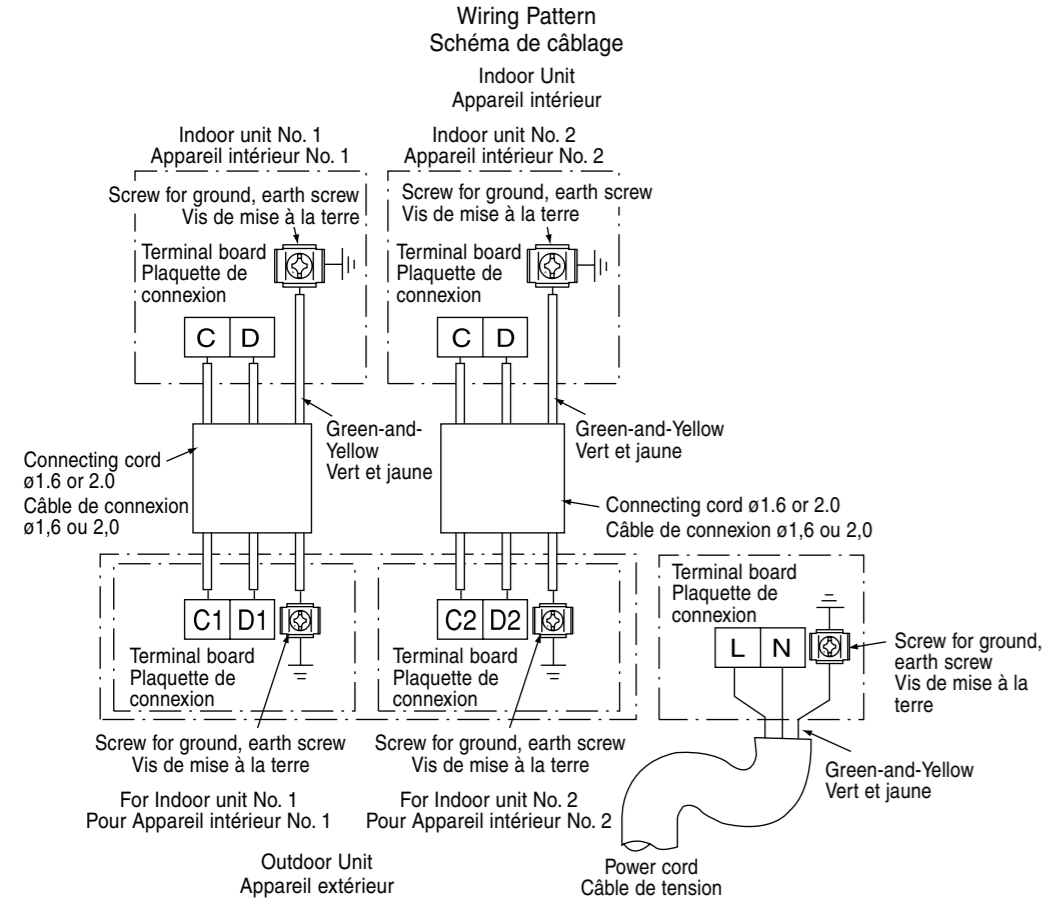

Fig. 3-1
- Connect the electrical wiring between the Indoor and Outdoor unit, as shown in Fig. 3-1. Never connect the wiring by mistake.
- Raccorder les fils entre l'appareil intérieur et l'appareil extérieur en procédant à la façon représentée sur la Fig. 3-1. Ne jamais faire d'erreur de branchement sinon les appareils ne fonctionneront pas correctement.
- Connecting cord should be connected according to Fig. 3-1, that the Indoor unit No. agree with terminal board No. of Outdoor unit.
- Le câble de connexion devait être branché selon la Fig. 3-1, de façon que le numéro de l'appareil intérieur corresponde au numéro de l'appareil extérieur.